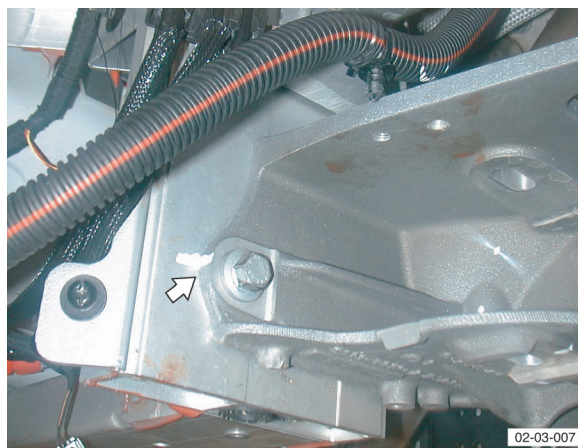

Fig. 5
28. Mark subframe position (see Fig. 5).